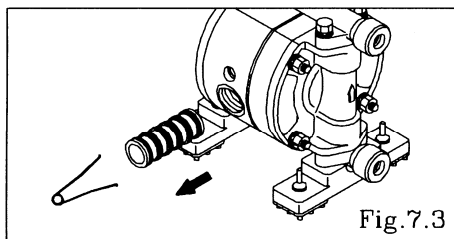

Fig.7.3
- ・ スリーブ抜き（専用工具：部品番号 713148）を使用してスリーブ組立を取り外す。[Fig.7.3]